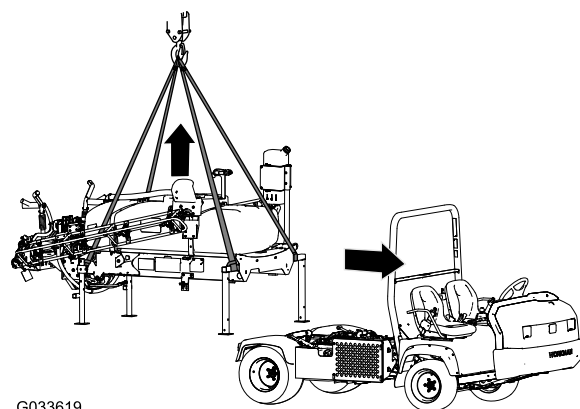

Figure 137
1. Abaissez les rampes à 45° environ puis faites-les pivoter vers l'avant (Figure 137).
5. Attachez le matériel de levage aux tubes horizontaux des pieds de support avant et le montant vertical aux pieds de support arrière (Figure 137).
7. Soulevez le patin de la cuve suffisamment haut pour éviter le patin de la machine (Figure 137).